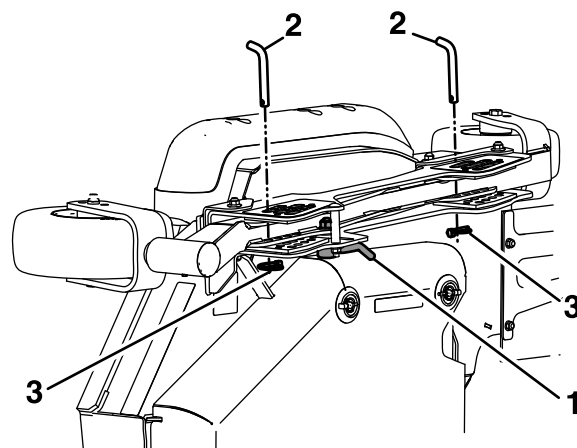

Figure 70
3. Déverrouillez les verrous à came des tabliers latéraux gauche et droit (Figure 70).
4. Déposez et conservez la goupille à anneau de hauteur de coupe du tablier latéral (Figure 70).